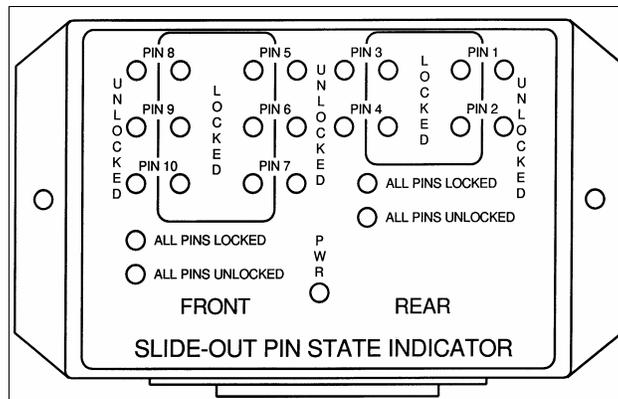

FIGURE 2
4. Vérifier que tous les vérins sont déverrouillés. Pour ce faire, vérifier l'état des voyants du module d'état des vérins des rallonges coulissantes (SLIDE-OUT PIN STATE INDICATOR) lorsque la clé du commutateur d'allumage est en position «ON» (voir la figure 2). Le voyant rouge «ALL PINS UNLOCKED» doit être allumé sur les deux rallonges. Si un ou les deux voyants sont éteints, vérifier quel vérin n'est pas déverrouillé (voyant rouge à l'extérieur des rectangles) et reprendre l'étape 3 pour déverrouiller manuellement tous les vérins jusqu'à ce que les deux voyants «ALL PINS UNLOCKED» soient allumés (voir le manuel «Slide-out operation»).